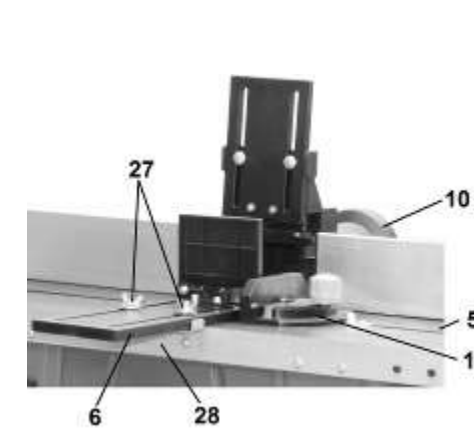

Рис. 7
8.4.2. Как показано на Рис.7, на рабочем столе (5) установите и закрепите скобу (28). На скобе (28) установите и закрепите направляющую прижимной планки (6). В паз рабочего стола (5) установите направляющую скоса (11).